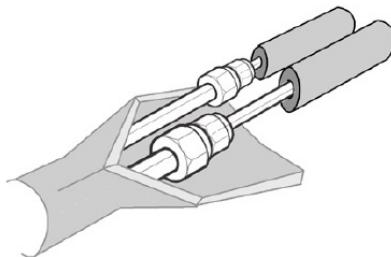

fig. 23 -
- Răcordarea la unitatea internă trebuie să fie învelită în izolație termică "fig. 23 -".